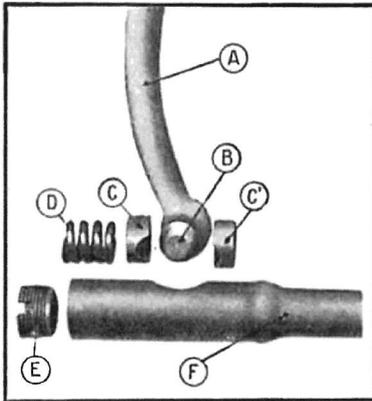

Fig. 227. — Montage du boîtier AV. de la barre de commande de direction.
*Boîtier AV.* : Engager d'abord les deux noix de serrage (C et C') de la rotule, (B) du levier courbe, puis le ressort antagoniste (D) et le bouchon du boîtier (E) (fig. 227).